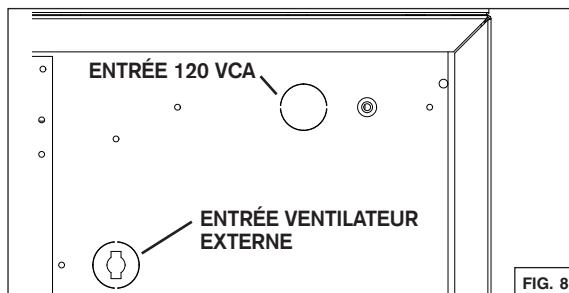

FIG. 8
1. Localiser la boîte de jonction de l'alimentation électrique de la maison (se référer aux FIG. 8 et 9) puis enlever le couvercle de la boîte de jonction.
1. Localiser la boîte de jonction du ventilateur externe (se référer aux FIG. 8 et 10) puis enlever le couvercle de la boîte de jonction. Enlever l'ouverture préamorcée du boîtier. Se référer à la FIG. 8 pour la position de l'ouverture préamorcée. Enlever le protège-fil.